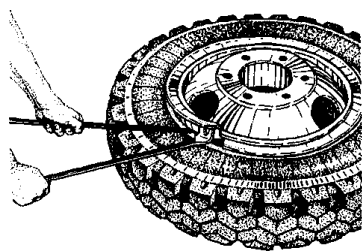

Рис. 5-13 Извлечение бортового кольца из замочной канавки обода
6. Поддерживая бортовое кольцо вилочной лопаткой, выжимать бортовое кольцо, пока оно не выйдет полностью из замочной канавки обода (рис. 5-13).